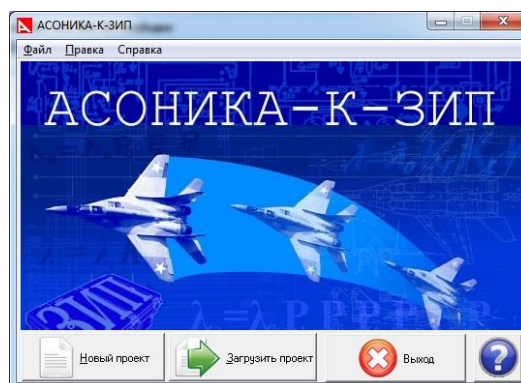

Рис. 3.2. Система АСОНИКА-К-ЗИП: Главная форма интерфейса пользователя
В результате на экране дисплея откроется главная форма интерфейса пользователя (см. рис. 3.2).
На главной форме Интерфейса пользователя (см. рис. 3.2) расположены:
- На главной форме Интерфейса пользователя (см. рис.3.2) нажмите кнопку «Новый проект», или в меню «Файл» (см. рис 3.3) выберите пункт «Новый проект».